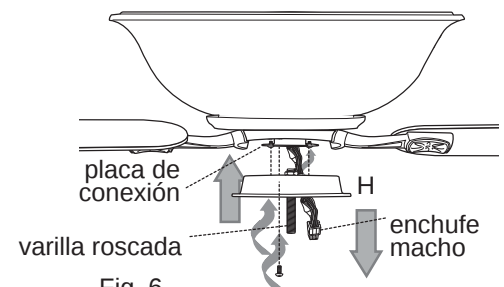

Fig. 6
6. Quite un tornillo de la placa de conexión en el lado inferior del motor y parcialmente afloje los otros dos tornillos. Levante la placa de la caja del interruptor (H) al motor, dejando que el enchufe macho del motor pase por el agujero cuadrado en la placa de la caja del interruptor (H). Alinee los agujeros con ranura en la placa de la caja del interruptor (H) con los tornillos aflojados en la placa de conexión y gire la placa de la caja del interruptor (H) para cerrarla. Vuelva a introducir el tornillo que se acaba de quitar, y luego apriete bien los tres tornillos. [Fig. 6]